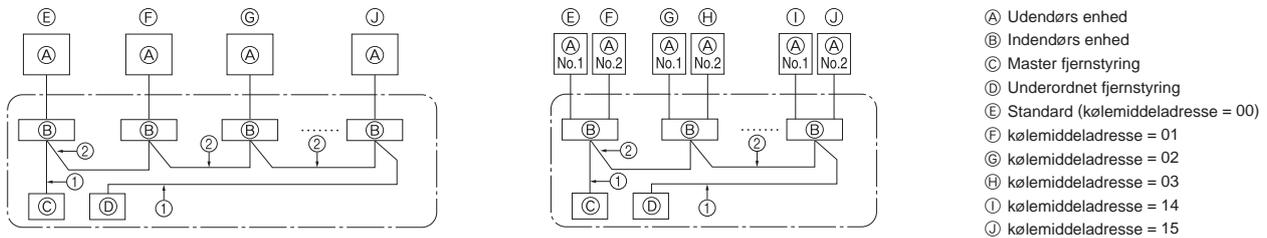

Fig. 6-2
### 6.1. Udendørs enhed (Fig. 6-1, Fig. 6-2)
- (1) Afmonter servicepanelet.
- (2) Før kablerne som angivet i Fig. 6-1 og Fig. 6-2.
- (A) Klemrække til strømforsyning (L1, L2, L3, N, ⊕)